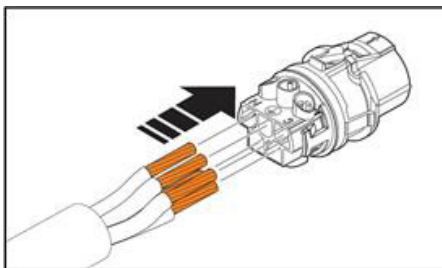

Abb. 15: Adern auflegen
- Schließen sie die Adern am Kontaktträger an (Abb. 15).